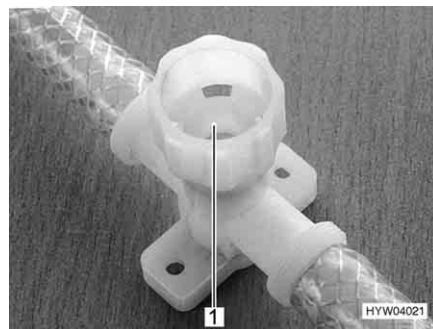

Fig. 155 Robinet de vidange pour Therme
- Fermer tous les robinets de vidange. Tourner les capuchons (Fig. 155,1) dans le sens des aiguilles d'une montre.
- Ouvrir tous les robinets de vidange du Therme. Tourner pour cela les capuchons (Fig. 155,1) dans le sens inverse des aiguilles d'une montre.